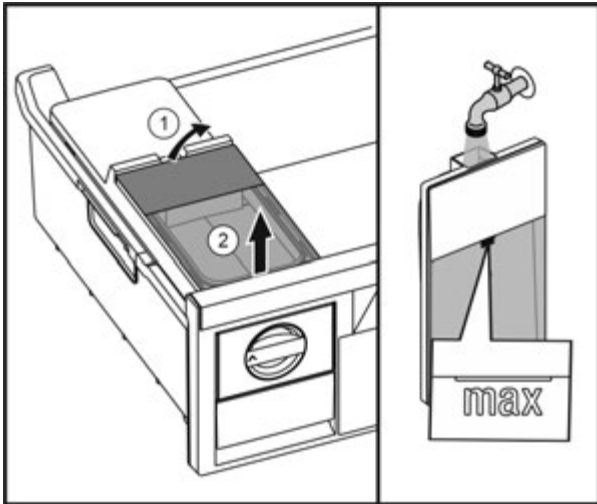

Fig. 55
- ▶ Підняти бак для води ззаду Fig. 55 (1) та вийняти вгору Fig. 55 (2).